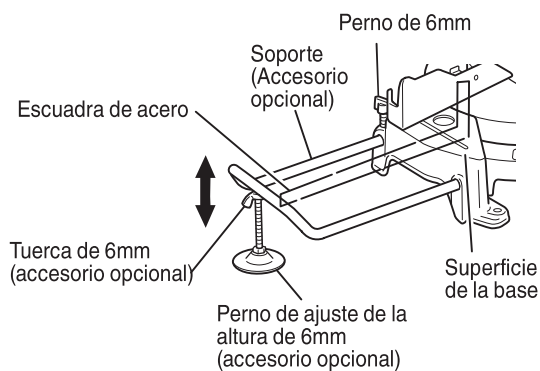

Fig. 10
(1) Como se indica en la Fig. 10, utilice una escuadra de acero para alinear el borde superior de los soportes con la superficie de la base. Afloje el perno de mariposa de 6mm. Gire el perno de ajuste de altura de 6mm, y ajuste la altura del soporte.
(2) Después del ajuste, apriete firmemente la tuerca y asegure el sujetador con el perno de 6mm (accesorio opcional). Si el largo del perno de ajuste de altura de 6mm es insuficiente, coloque debajo una placa delgada. Asegúrese de que el extremo del perno de ajuste de altura de 6mm no sobresalga del sujetador.